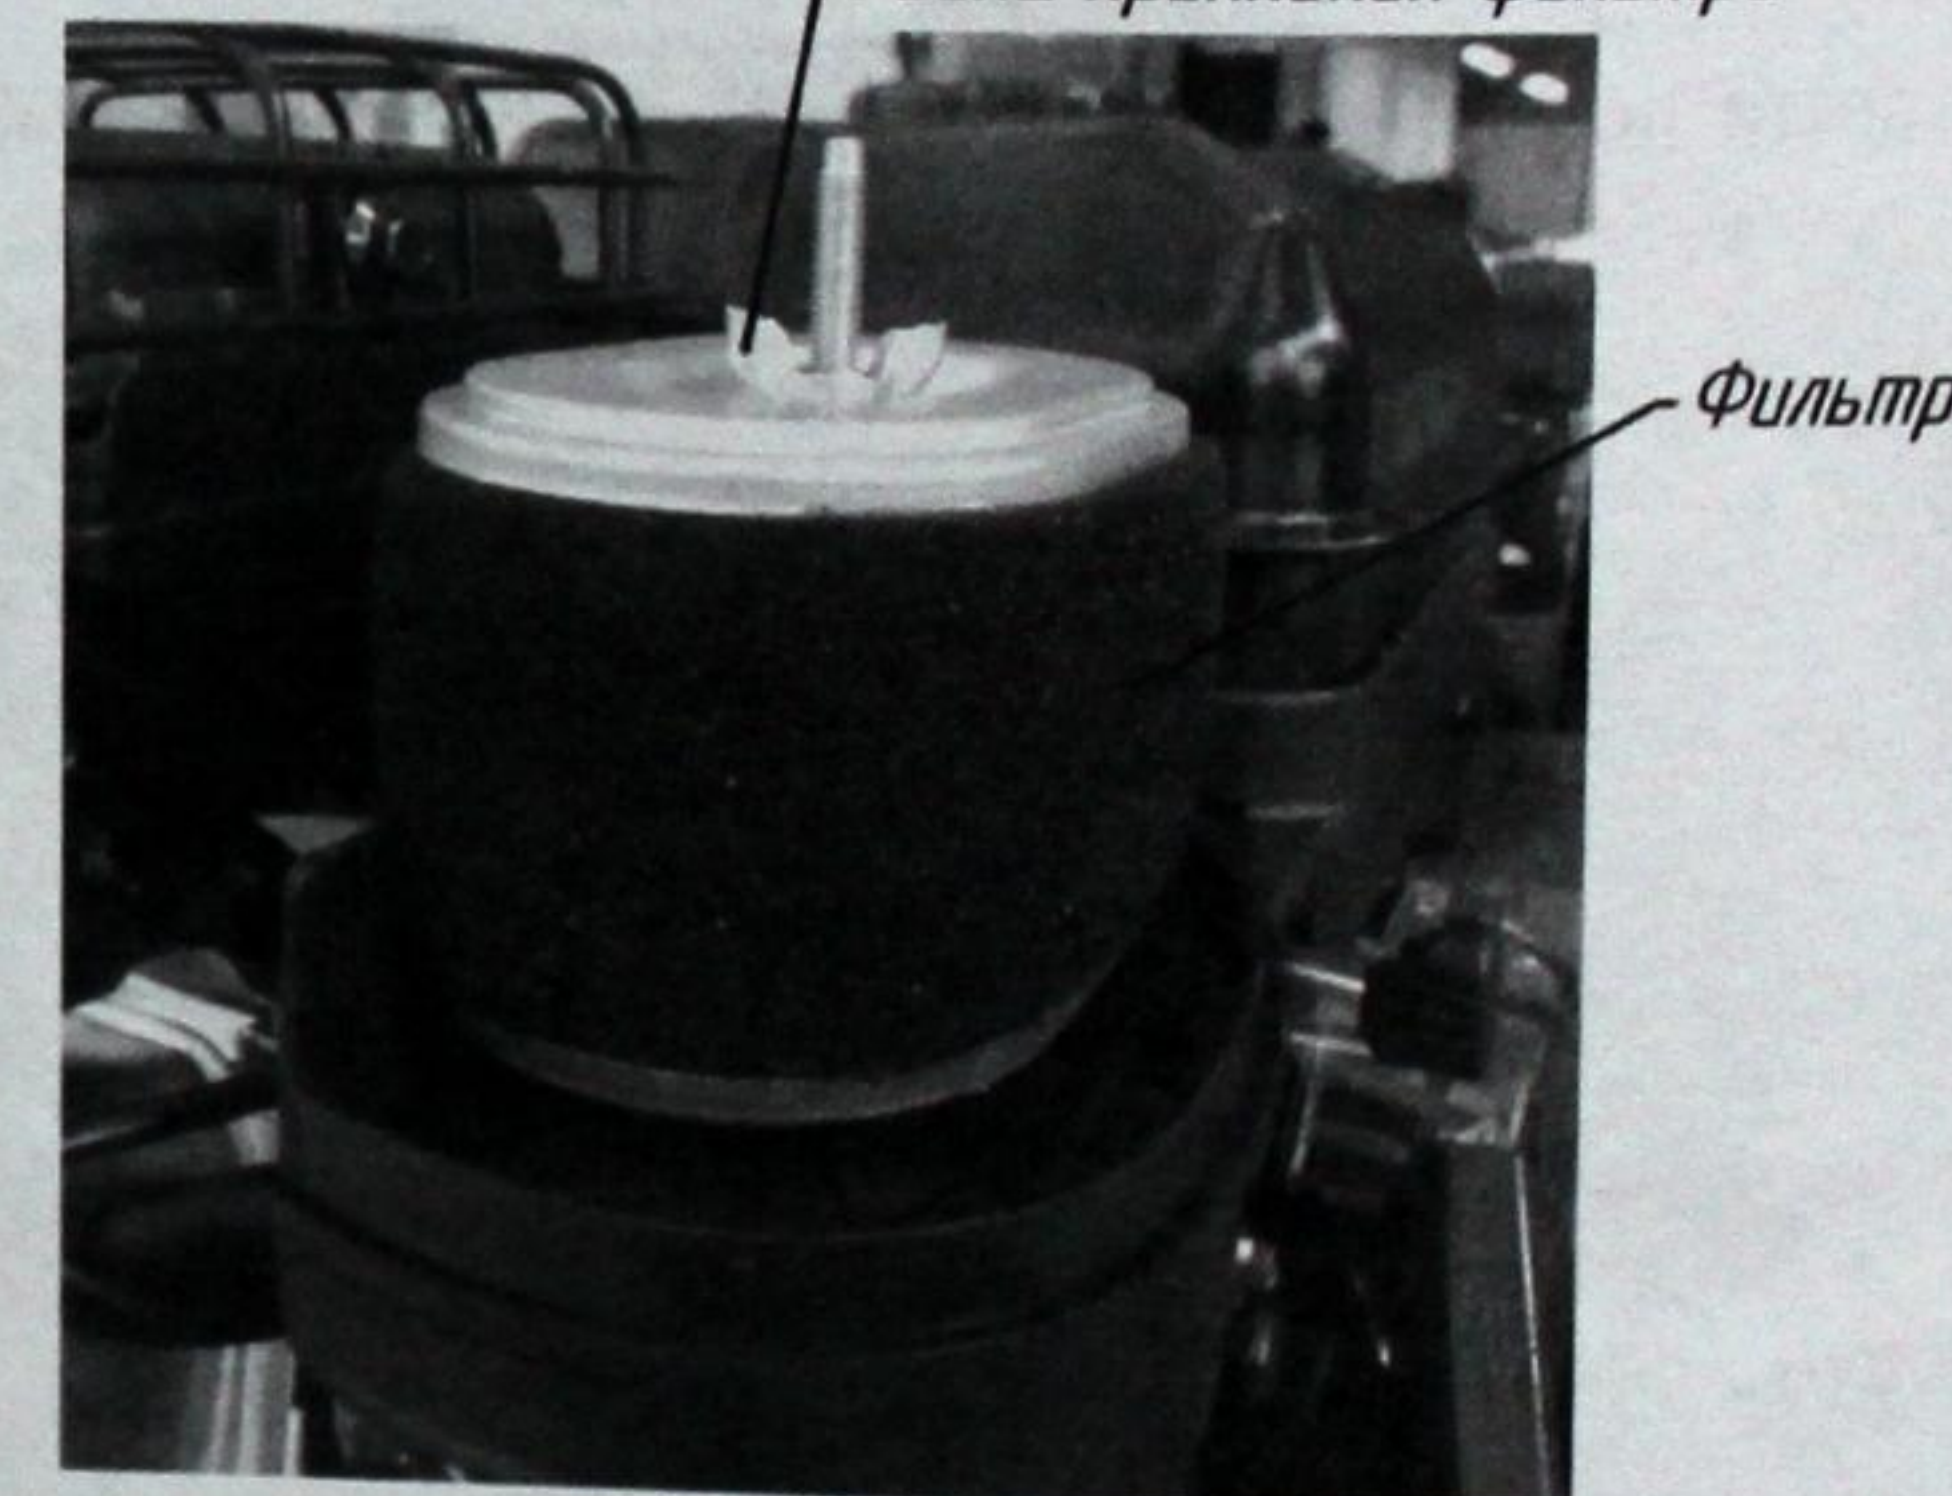

Рис. 2
- Отвернуть гайку крепления фильтра (см. рис.2);